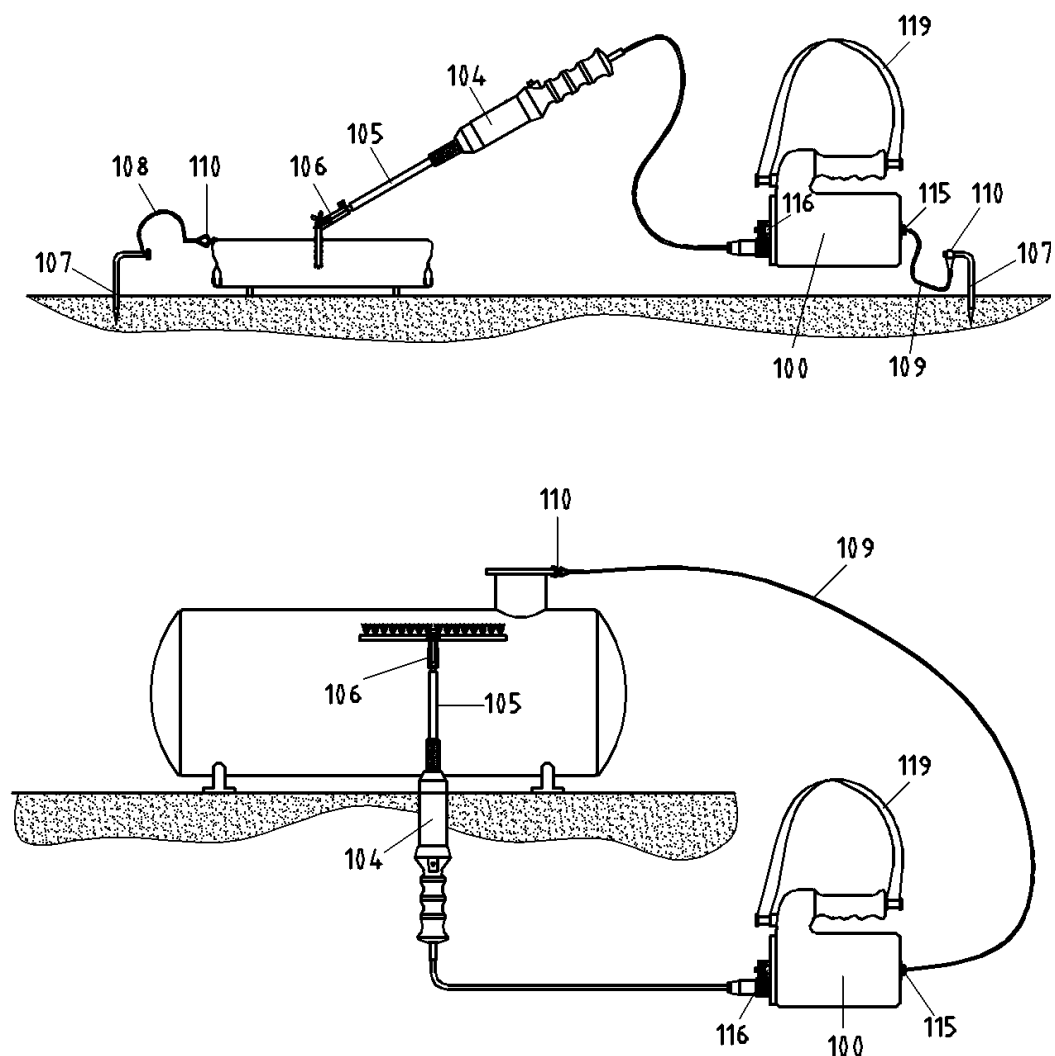

Abb. 6.1: Prinzipzeichnung
Warnung Vor jeder Inbetriebnahme ist die Erdklemme (110) am Prüfling anzubringen! Siehe Abb. 6.1